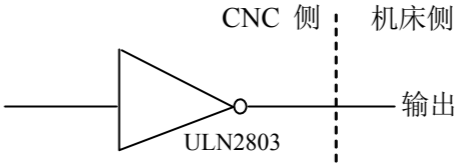

图 2-36
2、TL+、TL- 为刀架正、反转输出信号，内部电路如下图 2-36 所示：